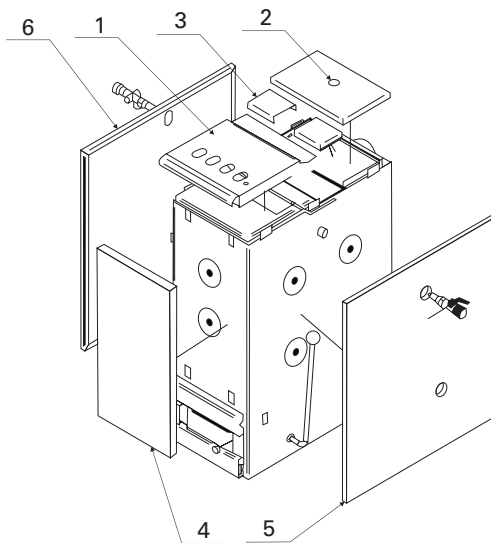
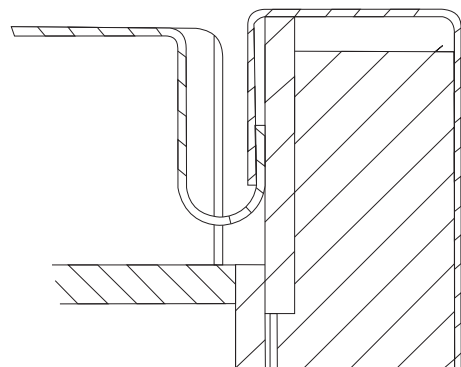

Рис. 6
Рис. 7
6. На корпус котла установить кожухи – см. рис. 6.
- a) на загрузочную дверцу установить кожух загрузочной воронки поз. 1 на рис. 6 и привинтить его сбоку четырьмя саморезами в предварительно просверленных отверстиях;
- b) монтаж кожуха теплообменника, поз. 2 на рис. 6, выполнить таким же образом, как указано в пункте «а»;
- c) центральные кожухи поз. 3 на рис. 6 вложить ровной частью под фланец и отжать к краю котла (см. деталь закрепления центральных кожухов на рис. 6);
- d) передний кожух поз. 4 на рис. 6 установить более широким подвесным краем под нижние захваты на корпусе, прижать его к котлу и задвинуть в верхние захваты;
- e) установку боковых кожухов поз. 4, 5 на рис. 6 выполняем таким же образом, как указано в пункте «d». При установке кожухов в верхние захваты проследите за тем, чтобы верхний подвесной край вошел в желобок центрального кожуха поз. 3 на рис. 6 и за счет этого был закреплен (см. деталь закрепления центральных кожухов на рис. 7).